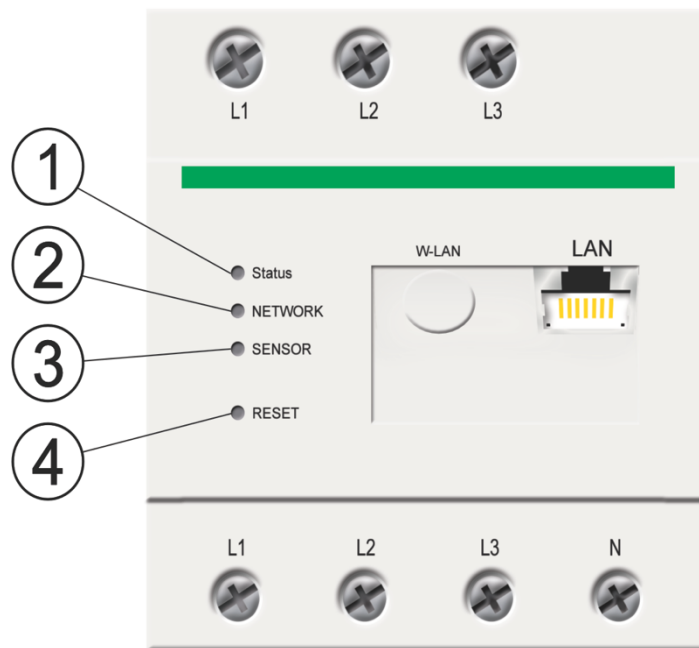

Abb. 31: Leistungssensor Statusanzeigen
- Drücken sie *mindestens* 6 Sekunden mit einem spitzen Gegenstand die Reset-Taste (siehe Abb. 31: Leistungssensor Statusanzeigen).